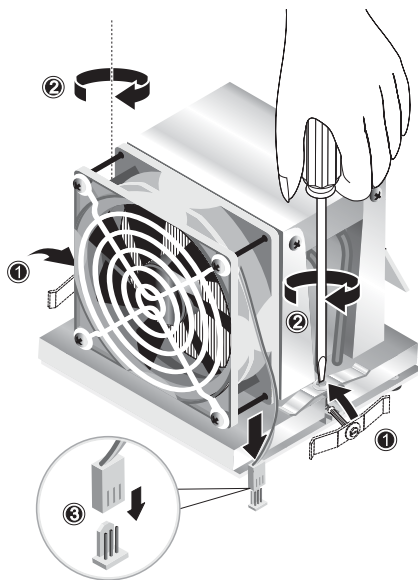

FIGURA 4-13 Fijación de la unidad de disipador/ventilador
9. Coloque los clips de retención sobre la unidad de disipador/ventilador (véase (1) en la FIGURA 4-13).
10. Ajuste los tornillos de sujeción, de manera alternada, hasta apretarlos completamente (2).
11. Conecte el ventilador de la CPU al conector en la placa madre (3).